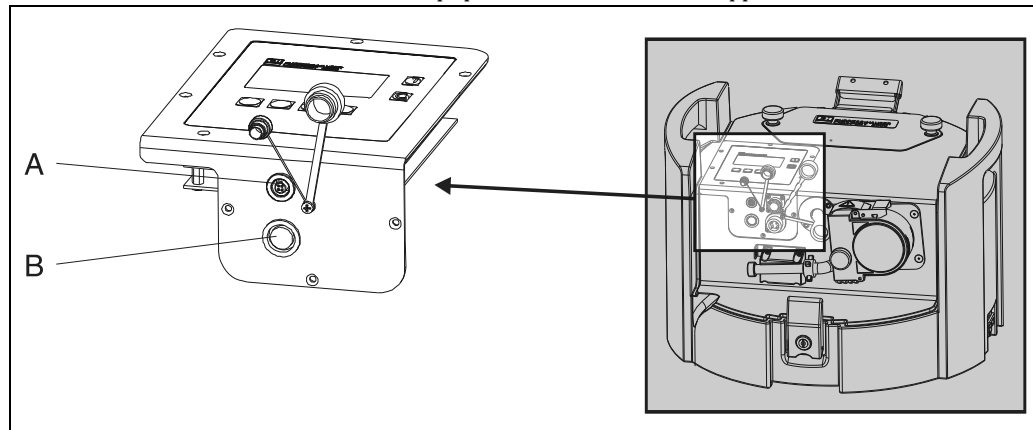

Fig. 4 : Raccordements électriques de l'appareil
4.1.1 Raccordement du câble de signal (→ fig. 4, pos. B)
4.1.2 Raccordement de l'interface RS232 (→ fig. 4, pos. A)